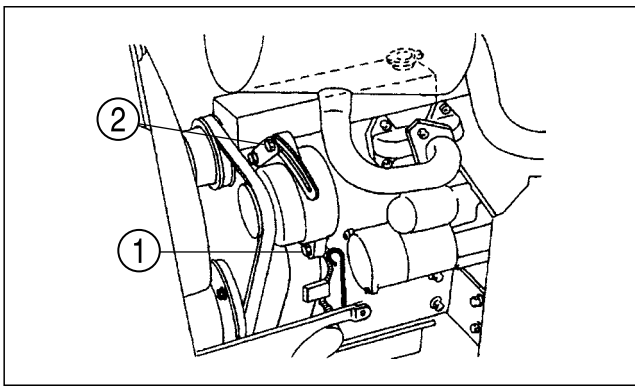

FIG. 5-24
FIG. 5-24 : Pour ajuster la tension de la courroie, desserrez le boulon de pivot de l'alternateur (1), et le boulon de la ferrure de tension (2). Tirez le haut de l'alternateur vers l'extérieur pour tendre la courroie correctement, et serrez le boulon (2), d'abord, puis serrez le boulon de pivot (1).